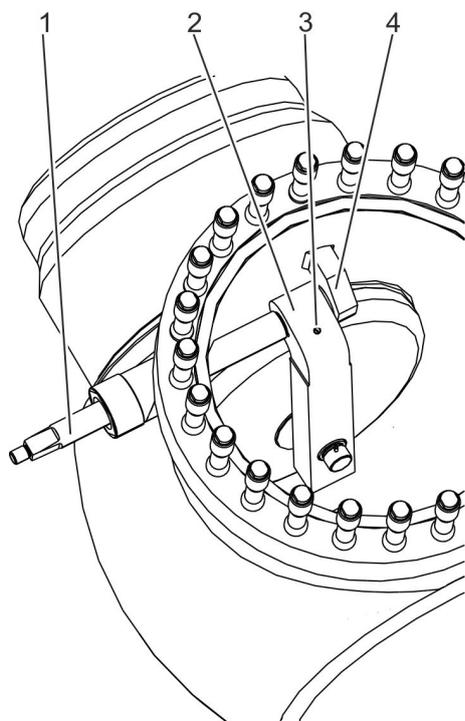

Abb. 24: Klappenwelle demontieren
3. ➔ Falls Bohrung (Abb. 24/3) im Plattenhebel (Abb. 24/2) vorhanden ist: Ringschraube in die Bohrung im Plattenhebel einschrauben.
Hebezeug so einsetzen, dass die Rückschlagplatte nach Herausziehen der Klappenwelle (Abb. 24/1) nicht in das Gehäuse fallen kann.
6. ➔ Klappenwelle (Abb. 24/1) aus dem Haltestück (Abb. 24/4) im Gehäuse und dem Plattenhebel (Abb. 24/2) herausziehen.